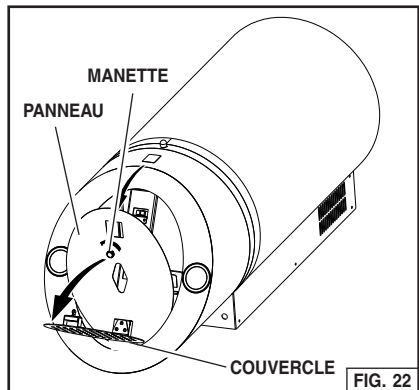

FIG. 22
2. Insérez le filtre à graisse. Fig. 22.
4. Fermez le couvercle inférieur et retirez tout revêtement protecteur. Fig. 22.